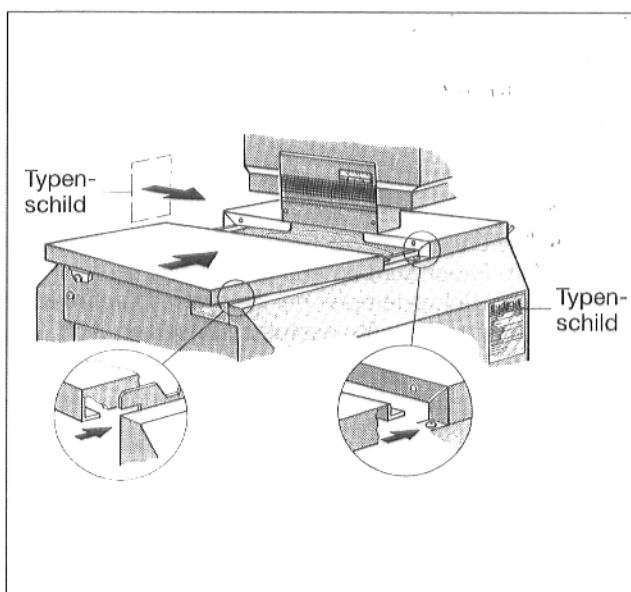

Abb. 24
- Hintere Kesselhaube oben auf die rechte und linke Seitenwand auflegen und die nach oben gebogene Abkantung unter vordere Kesselhaube schieben (Abb. 24).
- Hintere Abkantung rechts und links in die Schlitz der Seitenwand einschieben (Abb. 24).
- Zweites Typenschild je nach örtlichen Verhältnissen auf rechte oder linke Seitenwand aufkleben (Abb. 24).